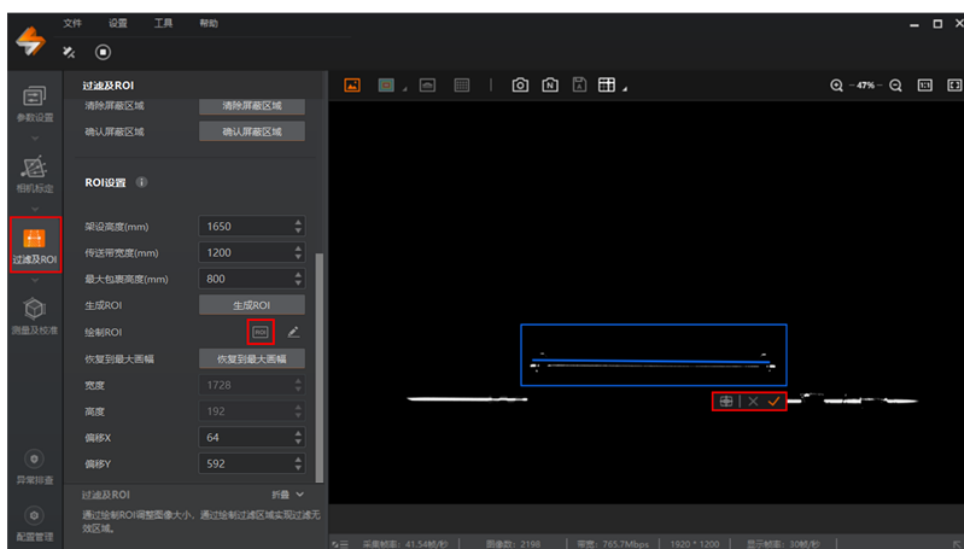

图2-28 绘制 ROI
- 手动绘制：单击“绘制 ROI”后的  绘制，右侧图像区域将显示一个矩形框，可以根据需求调整矩形框以改变图像大小，如图 2-28 所示。